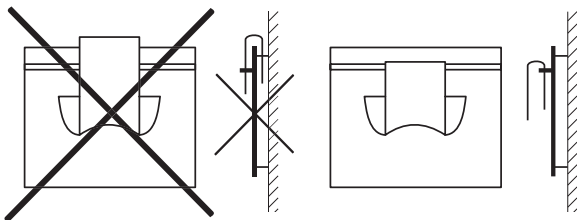

Рисунок 17
- Не накрывайте полотенцесушитель во время его работы, полотенца и другие текстильные изделия размещайте только на перекладине(ах) (Рисунок 17).